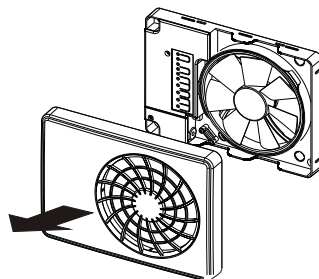

Fig. 4
4. Ta av frontlocket genom att vippa fronten över snäppfästena i botten eller toppen. Fig. 4.